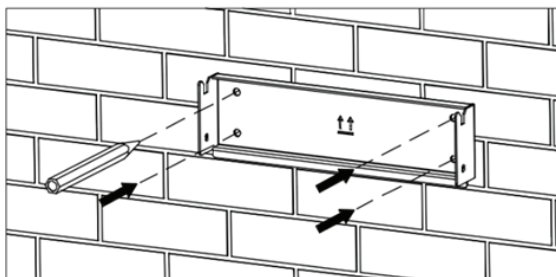

Figura 10 Determinazione della posizione dei fori
(1) Utilizzare il pannello di posizionamento dei fori, fornito in dotazione, per determinare la posizione dei fori. Come illustrato nella Figura 10, allineare la posizione dei fori con una livella e segnare la posizione con un pennarello.